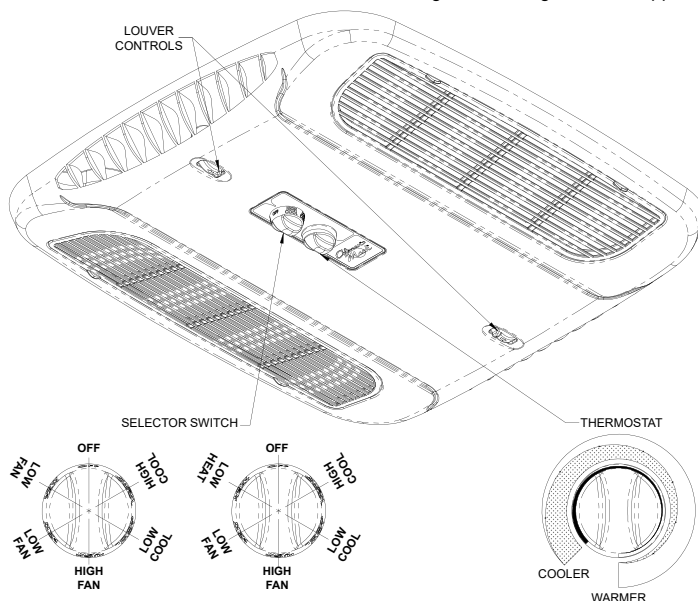

FIGURE 1
- Le sélecteur – le sélecteur détermine le mode de fonctionnement du pompe a chaleur. En le tournant, l'opérateur peut obtenir toutes les fonctions du système voulues. Celles-ci variant selon les options de l'unité du toit et du plafond. Le figure 1 illustrents l'emplacement du sélecteur et énumèrents toutes les fonctions disponibles par modèle.
- Pour les modèles «chaleur/refroidissement», le thermostat contrôle aussi les réglages de température «ON» et «OFF» du radiateur. Voir figure 1 à la page 2.
I. **Pour le refroidissement** (se reporter aux figure 1, page 2).
IV. Pour chauffer (modèle de plafond «Elect-A-Heat» seulement), se reporter aux figure 1, page 2.
V. **Pour la circulation d'air seulement** (se reporter aux figure 1, page 3).